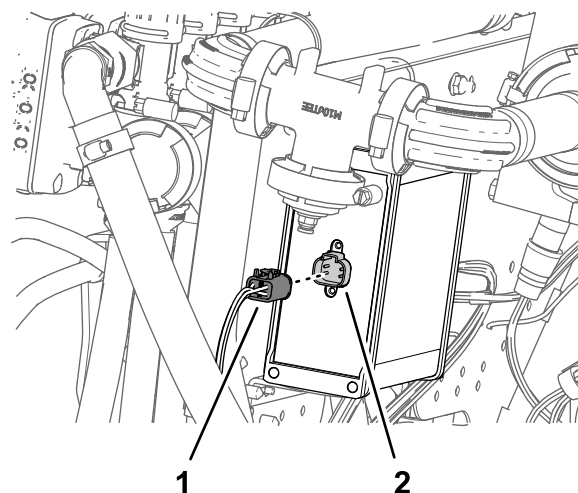

Рисунок 133
4. Вставьте 4-гнездовой разъем с маркировкой TO ASC 10 (к ASC 10) в 4-штыревой разъем контроллера опрыскивателя ASC 10 (Рисунок 133).